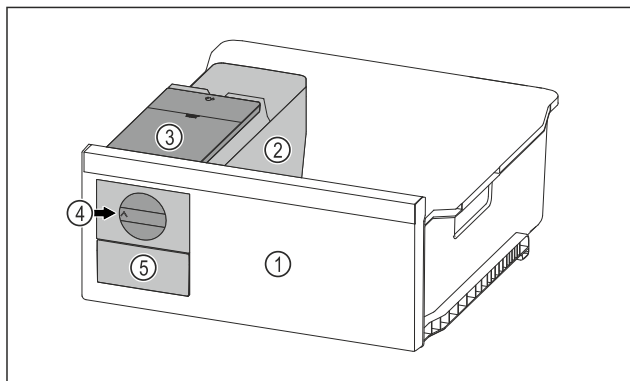

Fig. 70 Ilustrační zobrazení
- ▶ Otočte otočný knoflík Fig. 70 (4) ve směru hodinových ručiček až na doraz.
- ▷ Kostky ledu padají z misky na kostky ledu do zásuvky na kostky ledu Fig. 70 (5).